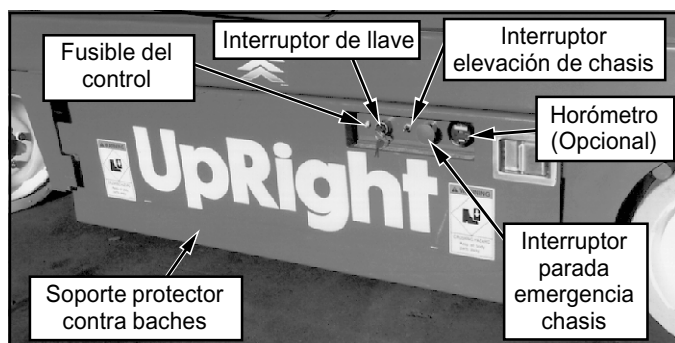

Figura 1: Chasis, lado izquierdo
9. CONECTAR los interruptores de parada de emergencia de la plataforma y chasis (Figura 1 y 2), tirando del botón hacia afuera.
10. Girar el interruptor de llave del chasis a la posición **CHASIS (CHASSIS)** (Figura 1).
11. Empujar el interruptor de elevación del chasis (Figura 1) a la posición **ELEVAR (UP)** y elevar totalmente la plataforma.